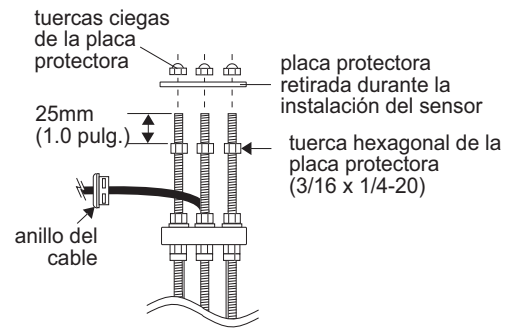

Fig. 10
- F. Roscar las tuercas hexagonales de la placa protectora en cada una de las tres varillas roscadas. Ajustar cada tuerca hexagonal a una altura aproximada de 25 mm (1 pulgada) de la parte superior de cada varilla. Retirar el anillo del cable plástico negro (parte superior del sensor) con un destornillador. Deslizar el anillo hacia arriba y separarlo del sensor (fig. 10).